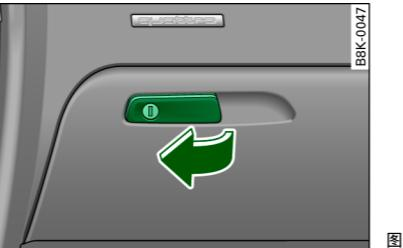

图 78 手套箱
- 沿箭头方向拉动盖板上的手柄 ⇒ 图 78，并向下摆盖板，可打开手套箱。